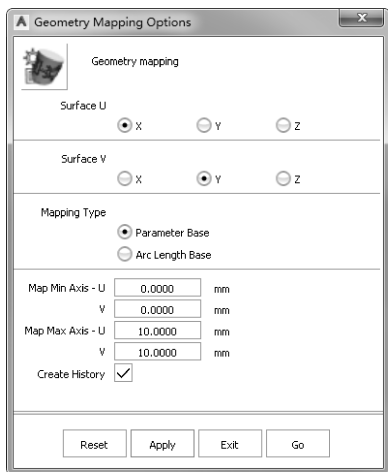

图 5-6 参数设置
- 03 使用选择工具，选取这个曲面，打开【Geometry Mapping】工具对话框。在对话框中进行参数设置，如图 5-6 所示。